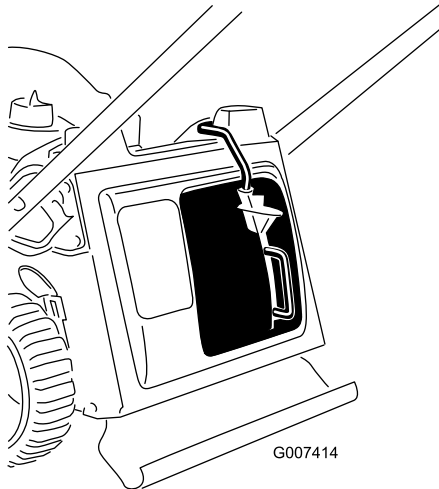

Figure 12
3. Relâchez le bouton sur le levier et vérifiez que le haut du levier est bien au fond du logement du contacteur (Figure 12). La machine ne pourra pas démarrer si le levier ne se trouve pas dans le logement du contacteur.